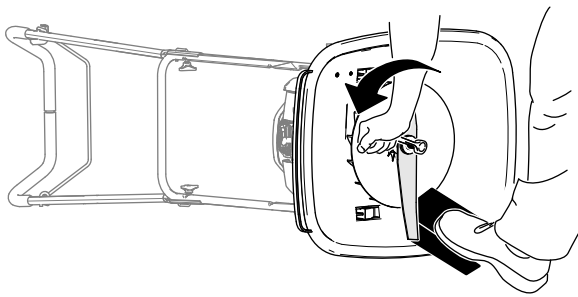

Figura 21
3. Utilice un bloque de madera para inmovilizar la cuchilla (Figura 21).
- Utilice una llave para retirar la cuchilla, girando el perno en sentido antihorario (Figura 21).